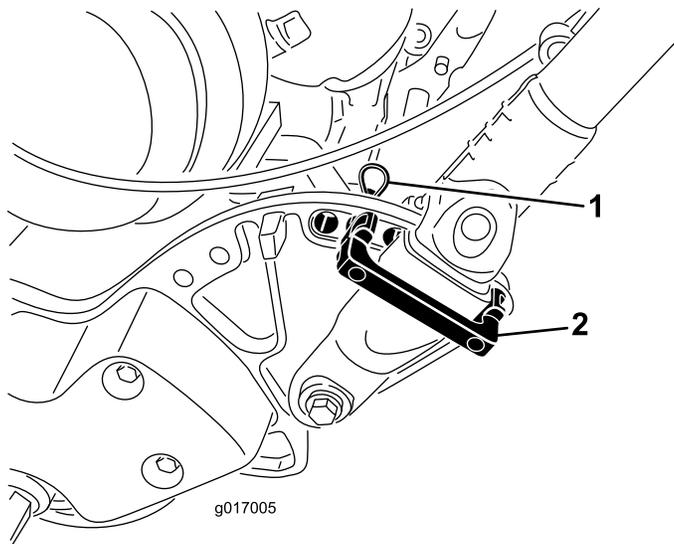

Рисунок 27
- Извлеките шплинты из держателей рукоятки на каждой стороне машины (Рисунок 27).
- Удерживая рукоятку, извлеките игольчатые шплинты с каждой стороны и поверните рукоятку в требуемое рабочее положение (Рисунок 27).